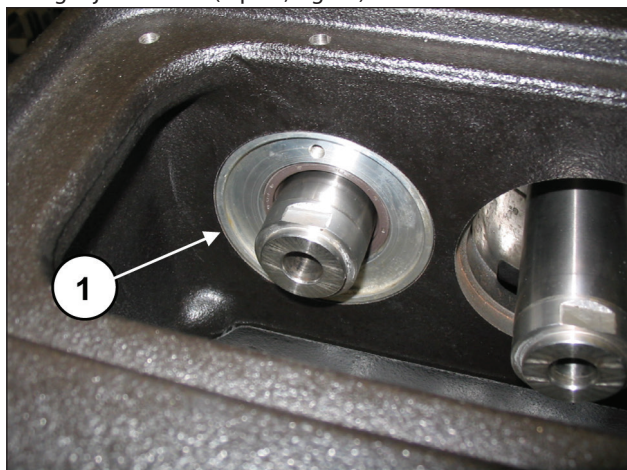
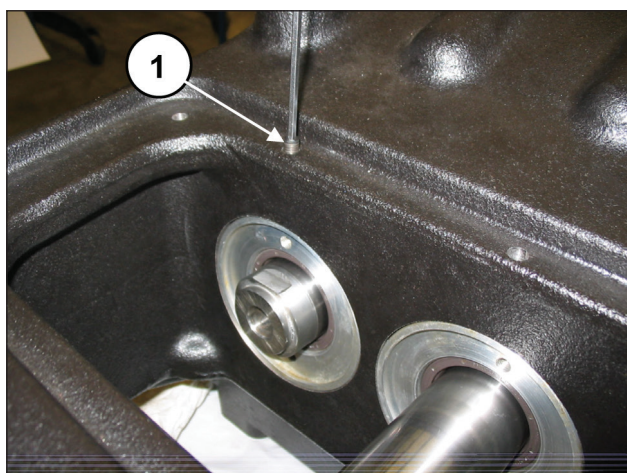

Fig. 97
Fig. 98
S'assurer que le couvre-joint SPI arrive à fond dans le logement (rep. ①, Fig. 97) en ayant soin de ne pas endommager la lèvre du joint d'étanchéité radial. Visser les couvre-joint SPI à l'aide de 2 goujons M6x30 (rep. ①, Fig. 98).